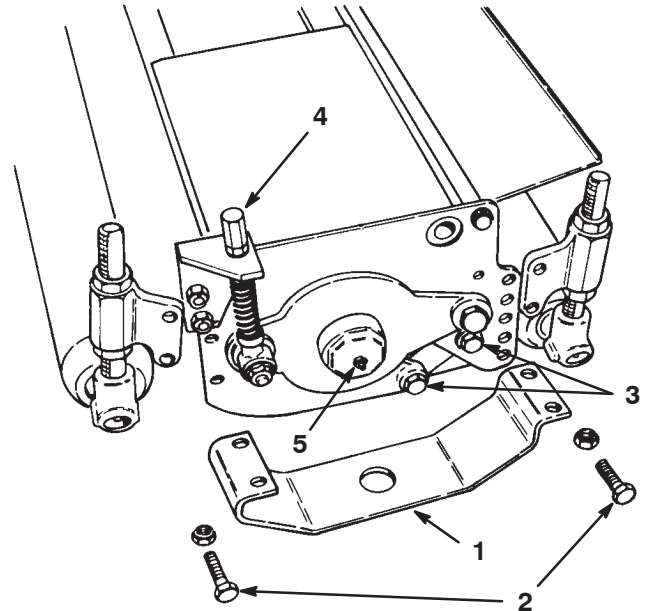

Bild 28
1. Nehmen Sie die Schutzvorrichtung an jeder Seite des Mähwerks und an der vorderen und hinteren Rolle ab (Bild 28).
- Nehmen Sie zum Entfernen des Lagers und der Dichtung vom Lagergehäuse den Staubdeckel ab (Bild 28) und drücken Sie das Lager und die Dichtung aus dem Gehäuse heraus.